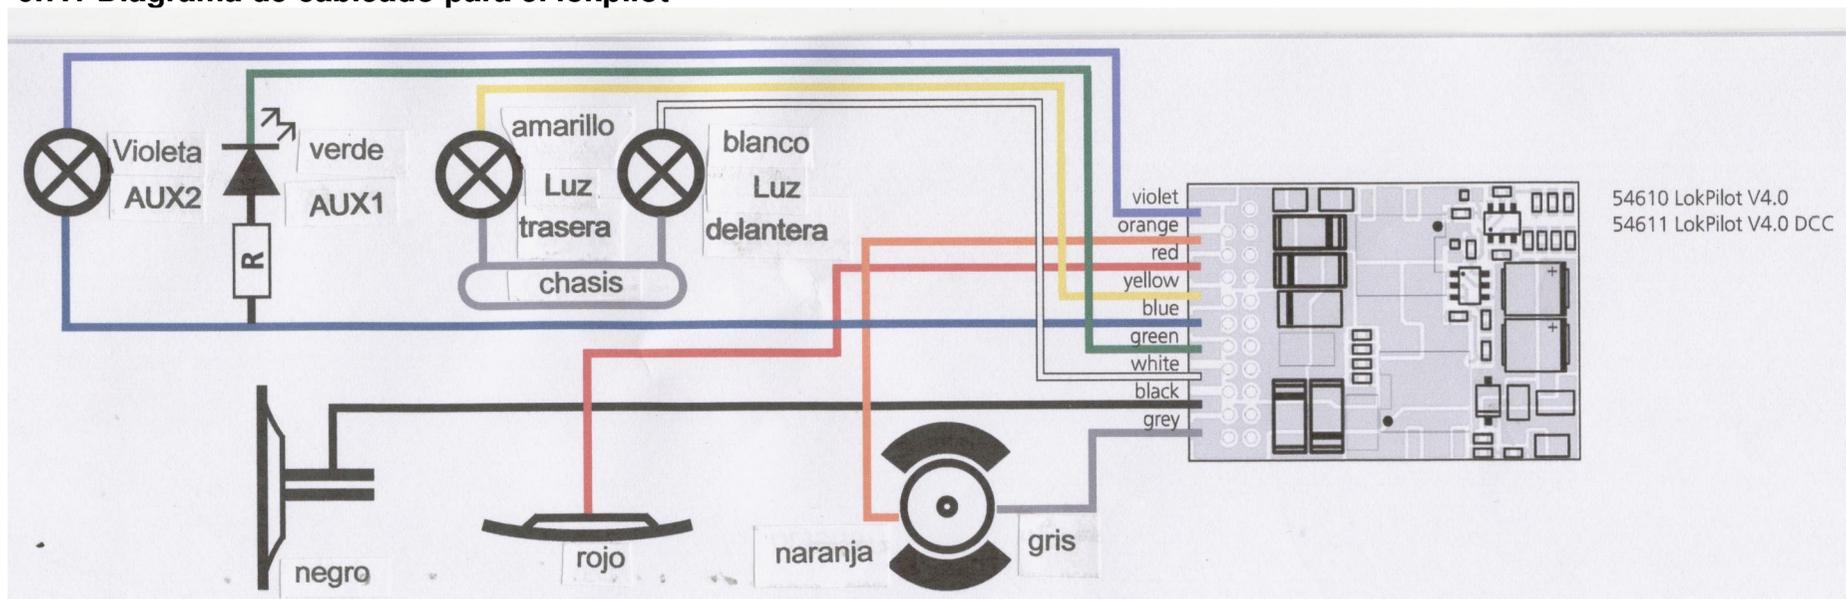

Figura 4: LokPilot V4.0 Diagrama de cableado
b) Las salidas de funciones o de luces están conectadas directamente al chasis de la locomotora (como en muchas locomotoras Märklin® y antiguas locomotoras Fleischmann® y ROCO®). Este escenario se ilustra en las salidas de luces de la figura 4 (las luces de los focos pueden cablearse también como en el caso a) El cableado es más simple pero la tensión es casi la mitad.
Como se muestra en la figura 4 es posible usar ambas opciones en la misma locomotora.